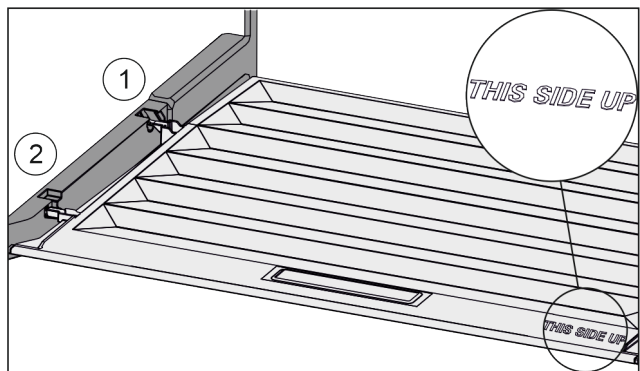

Fig. 35
- ▶ Introduzca los nervios de la tapa por la abertura del soporte trasero Fig. 35 (1) y encájelos por delante en el soporte Fig. 35 (2).